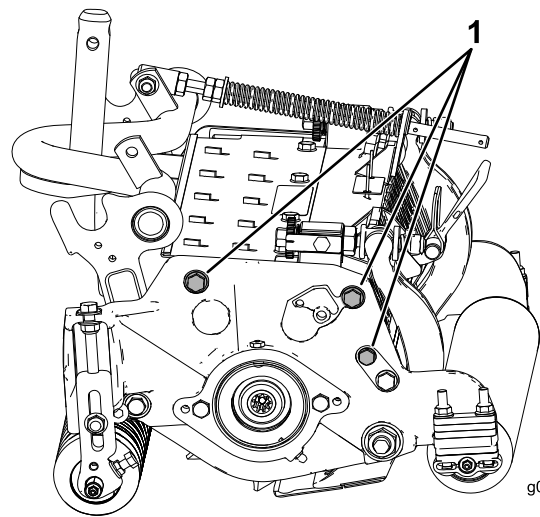

Figura 12
3. Rimuovete i (2) dadi che fissano ogni staffa del rullo e ogni distanziale a ciascuna flangia di montaggio della piastra laterale.
**Nota:** La posizione del rullo posteriore rispetto al cilindro è controllata dalle tolleranze di fabbricazione dei componenti assemblati; pertanto, il parallelismo non è necessario. Un livello di regolazione minimo è possibile regolando l'apparato di taglio su un piano di riscontro e allentando i bulloni senza dado di montaggio della piastra laterale (Figura 12). Regolate e serrate i bulloni senza dado a una coppia compresa tra 37 e 45 N·m.